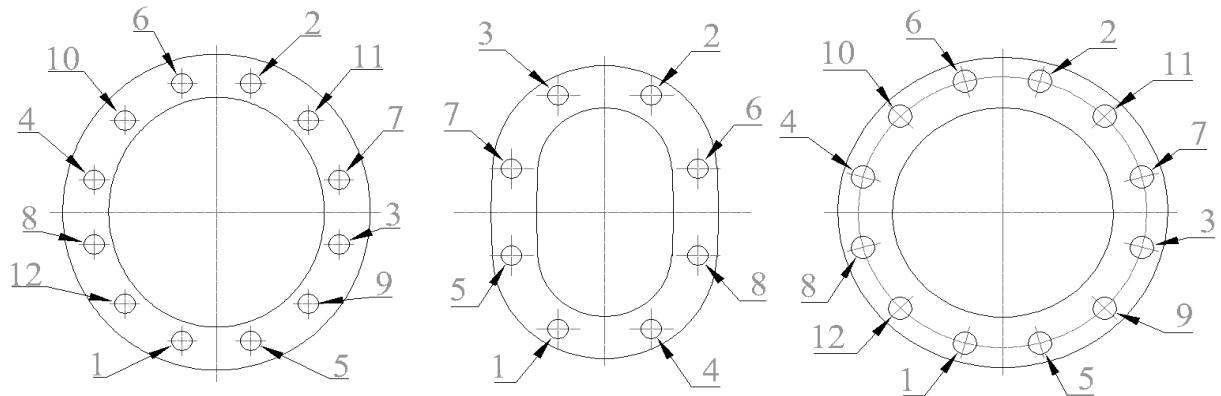

Рис. 5 Рекомендуемый порядок затяжки
- На арматуре для высоких температур и давлений после 24 часов работы, все гайки должны быть повторно затянуты диаметрально-противоположным методом до расчетных значений моментов (Рис.5). Это компенсирует пластическую деформацию или ползучесть. Соответственно, рекомендуются периодические инспекции.